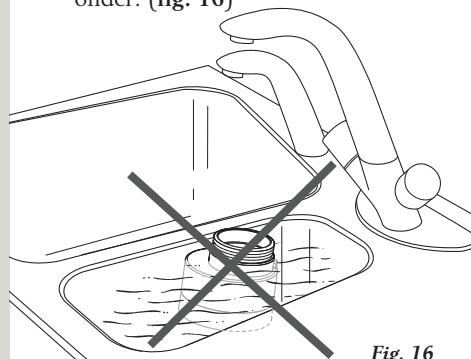

Fig. 16
- Dompel het keteltje niet in water onder. (fig. 16)